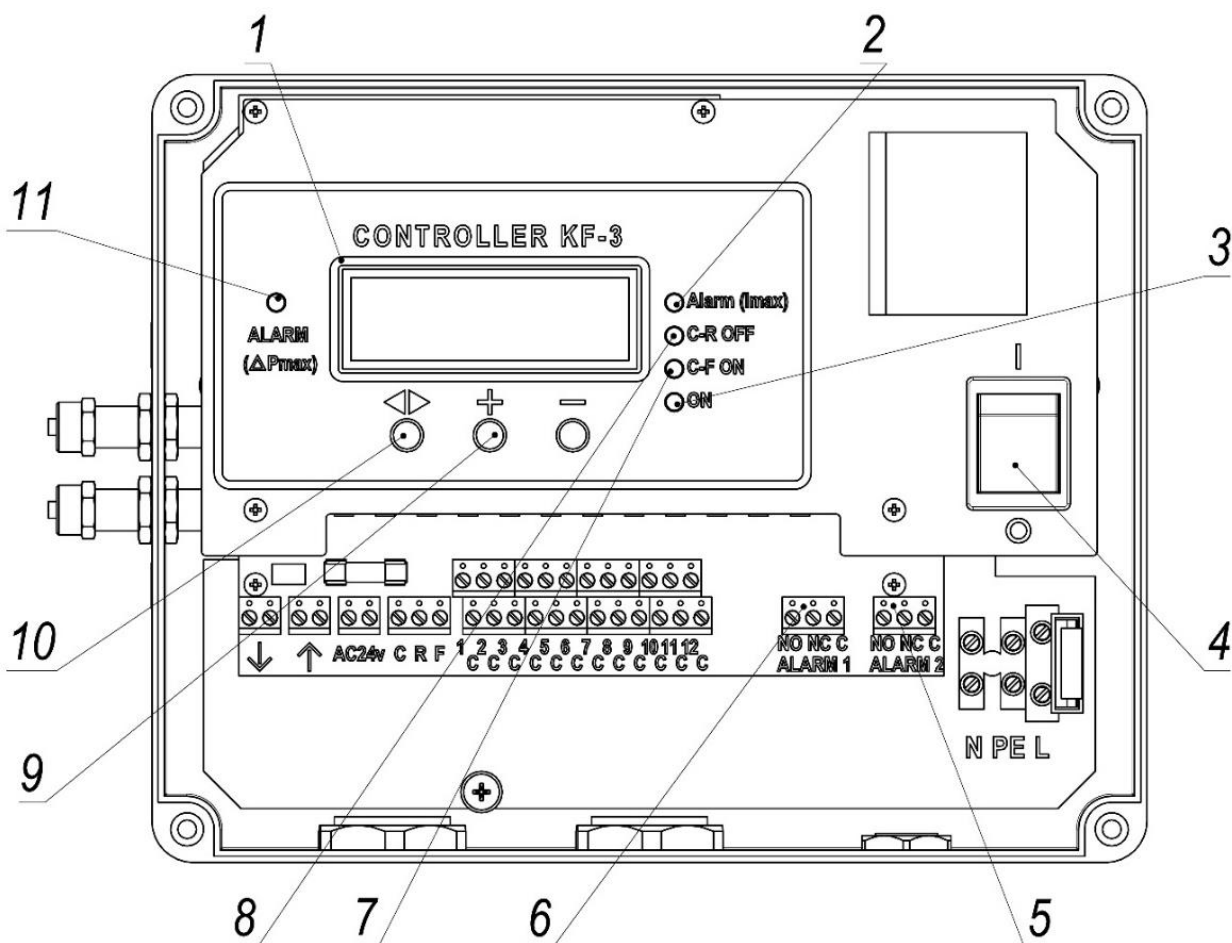

Рисунок 12.
– R-C (дистанционное включение контроллера), рисунок 12а;
– F-C (включение режима доочистки фильтровальных элементов после выключения вентилятора установки), рисунок 12б;
6.1.3 Перед настройкой контроллера необходимо убедиться, что клавиша «ВКЛ/ВЫКЛ» (рисунок 12, поз. 4) переведена в режим «ВКЛ».